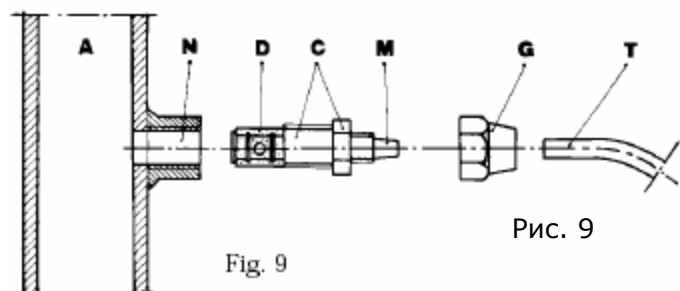

Рис. 9
ж – Виберіть найбільш підходяще місце для врізки в систему і встановіть в ньому сталевий коннектор із зовнішнім різьбленням 3/8 ". Даний коннектор не входить в комплект поставки насоса. Вкрутіть в цей коннектор інжектор, як показано на рис. 9. Потім підключіть шланг скидання до інжектору і закрутіть гайку G. У даній ситуації інжектор також виконує функцію безповоротного клапана.
3.1. Схема встановлення інжектора Рис.9
- N – Коннектор 3/8" (H)